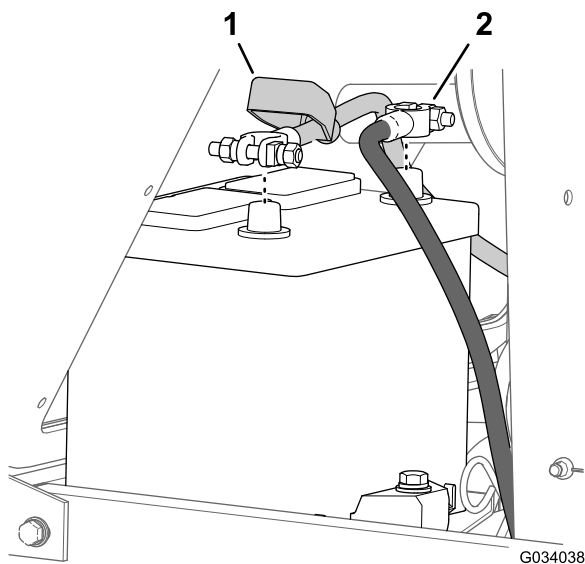

Figura 56
2. Scollegate il cavo negativo (-) dal polo della batteria (Figura 56).
3. Fate scorrere il coperchio di isolamento via dalla fascetta per cavi della batteria (Figura 56).
4. Scollegate il cavo positivo (+) dal polo della batteria (Figura 56).
7. Collegare i cavi, il cavo positivo (+) al polo positivo della batteria (Figura 56).
8. Collegare il cavo negativo (-) al polo negativo della batteria (Figura 56).